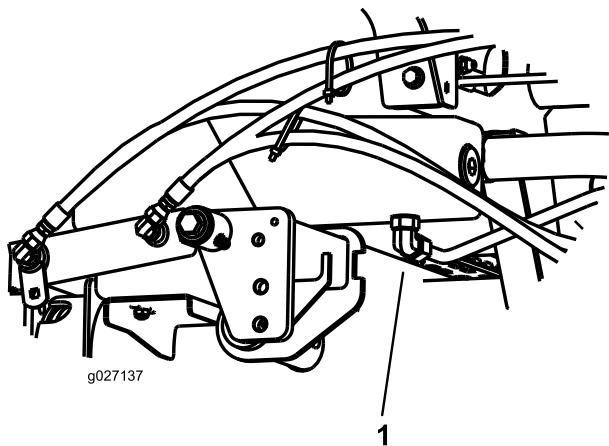

Figure 71
2. Placez un grand bac de vidange sous le raccord monté au bas du réservoir de liquide hydraulique (Figure 71).